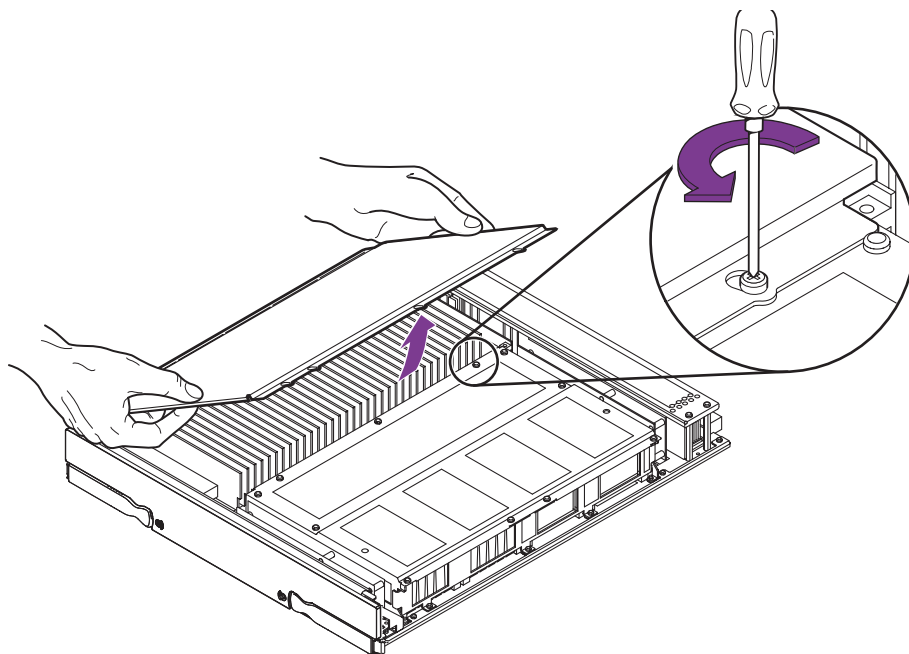

図 15-10 DIMM カバーの取り外し
3. DIMM カバーの 4 本のねじを外します。カバーを取り外します (図 15-10)。
3. DIMM カバーを固定している 4 本のねじを外します。カバーを取り外します (図 15-10)。